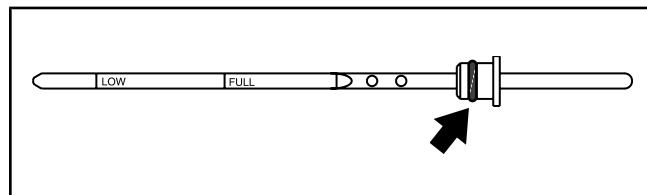

Рисунок 8.05-2: Уплотнительное кольцо маслозаливного щупа
- Долейте масло до отметки FULL на масломерном щупе (см. Рисунок 8.05-2).
Ежедневно проверяйте уровень масла в картере. Для удобства масломерные щупы располагаются с обеих сторон поддона картера, справа и слева (см. Рисунок 8.05-2). На масломерном щупе имеются минимальная (LOW) и максимальная (FULL) отметки. Всегда поддерживайте уровень масла у отметки FULL. Обе метки на щупе соответствуют уровням масла при остановленном двигателе. При работающем двигателе масломерный щуп не отображает уровень масла.